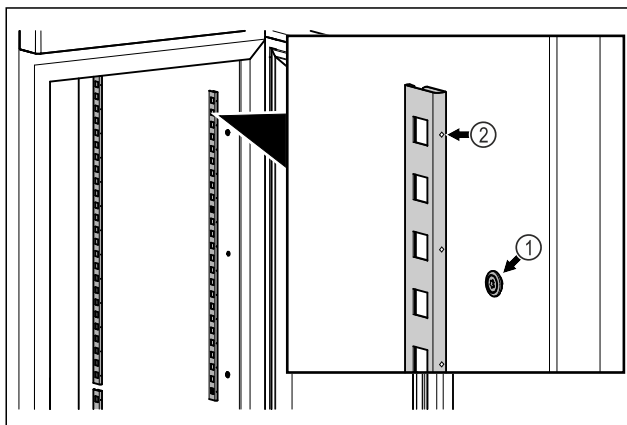

Fig. 48 Ilustrační zobrazení
- ▶ Zahákněte zářázkové lišty do zavěšení Fig. 48 (1). Označení Fig. 48 (2) musí směřovat dopředu.